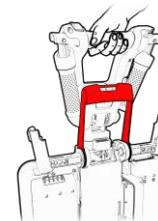

Figure 54
1. Assurez-vous que le guidon est sécurisé en position verticale (voir la figure 54).